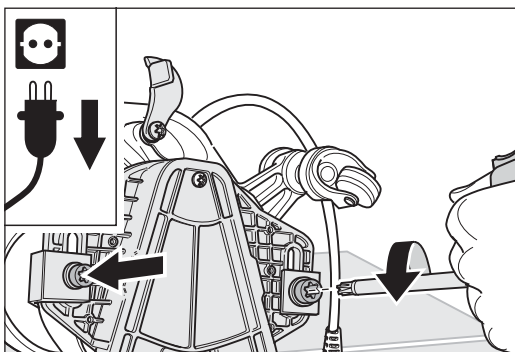

Abb. 39 Die beiden Schrauben, mit denen der Vorsatz befestigt ist, zusammen mit den Scheiben und den Führungswinkeln entfernen.
- 5 Entfernen Sie mit dem Universalschlüssel die beiden Schrauben, die den Vorsatz befestigen, zusammen mit den Scheiben und den Führungswinkeln (Abb. 39). Legen Sie die Teile zur Seite.